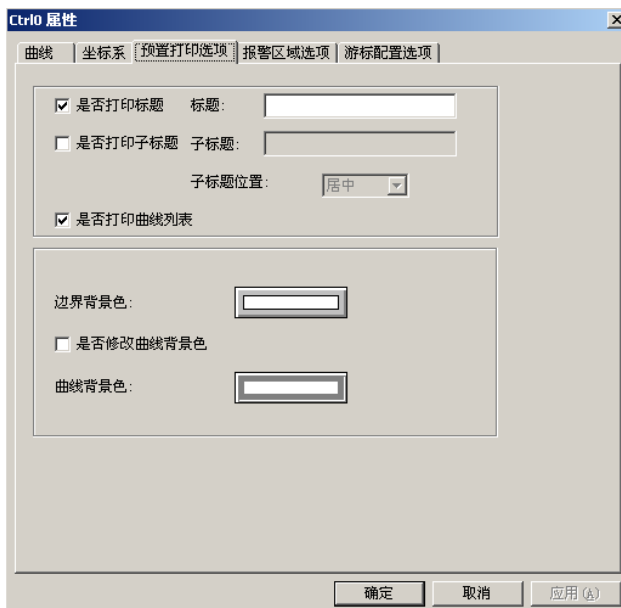

图 8.42 预置打印选项属性页
单击“预置打印选项”标签，进入预置打印选项属性页，如图 8.42 所示。
1、“常规”属性页：如图 8.42 所示。